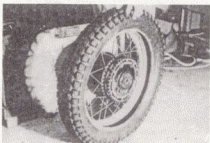

Bild 241
- Man stellt nun zunächst die Felge mit dem in Frage kommenden Felgenhorn «in den Reifen hinein». Dadurch hat der Wulst schon auf etwa $\frac{1}{2}$ seiner Länge Platz im Tiefbett genommen (Bild 241).